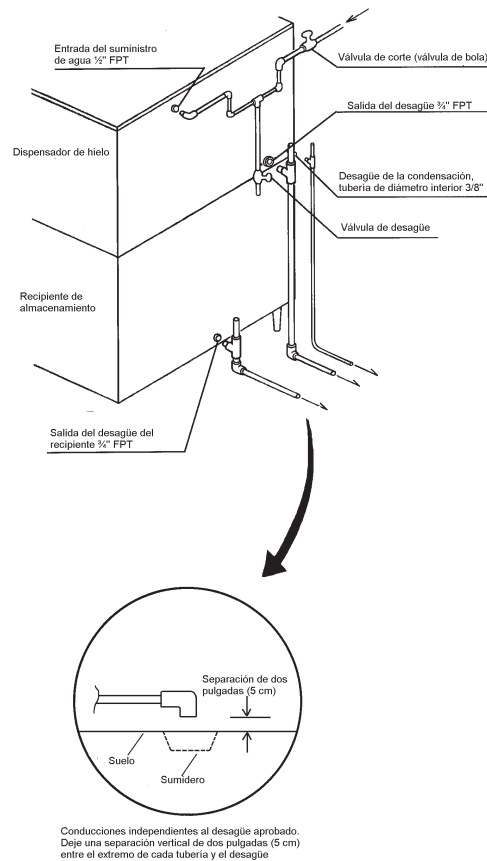

Fig. 6
7. CONEXIONES DE SUMINISTRO DE AGUA Y DESAGÜE - Ver Fig. 6
- La salida de desagüe del vaciadero del productor y del recipiente de almacenamiento es 3/4" FTP. El desagüe para la condensación es una tubería de 10 mm de diámetro interior. Las conexiones de las conducciones de desagüe del productor de hielo y del condensador se deben realizar por separado del desagüe del recipiente. Se debe soplar el desagüe del sumidero para asegurar un volumen adecuado de flujo durante el ciclo de recogida de producto (ver Fig. 6).
- Los desagües no deben estar conectados directamente al sistema de alcantarillado. Entre el extremo de la tubería de desagüe del productor o el depósito de hielo y el desagüe del suelo debe existir una separación libre mínima de 5 cm verticales (ver Fig. 6).